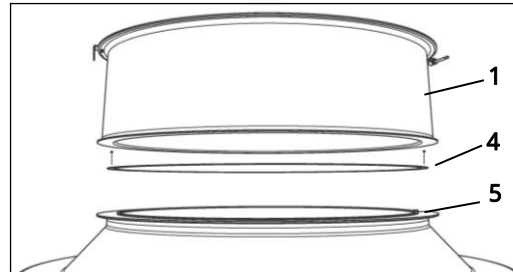

Bild 1: Montage Sanierungsaufsetzkranz
2. Flansch des vorhandenen Aufsetzkranzes [5] reinigen. Dichtband [4] ringsherum auf die Unterseite des Sanierungskranzes [1] ankleben (**Bild 1**).